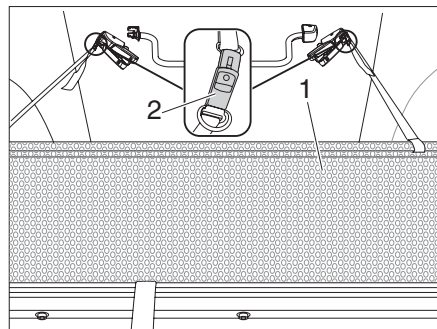

Fig. 37 Protección contra caídas
- ▶ Retire la protección contra caídas (Fig. 37,1) debajo del colchón.
- ▶ Asegure la protección contra caídas con hebilla del cinturón (Fig. 37,2) al techo elevable.
- ▶ Suelte la hebilla del cinturón (Fig. 37,2).
- ▶ Guarde la protección contra caídas (Fig. 37,1) debajo del colchón.